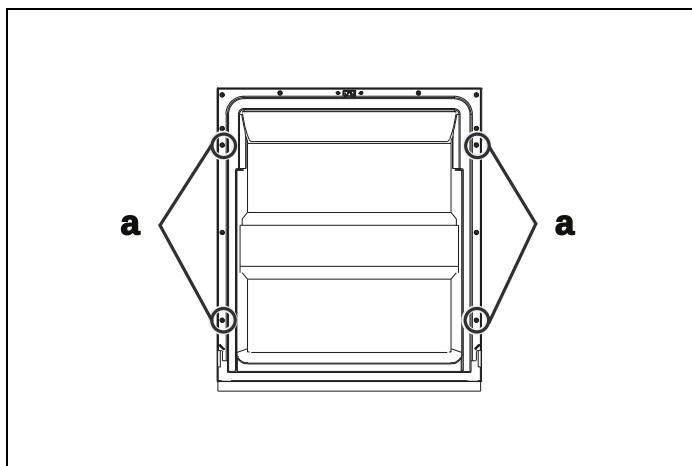

Afb. 16
- 2) Bevestig de haak aan het aangepaste deurpaneel en plaats deze in de gleuf aan de buitenste deur van de vaatwasser (Afb. 16).